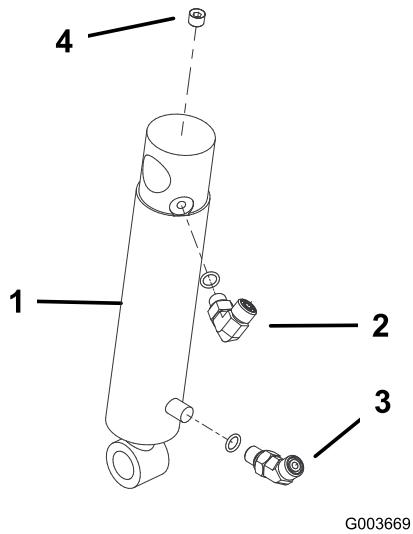

Figura 11
- Infilare un raccordo a 90° nell'apertura superiore del cilindro idraulico. Collegare il raccordo come illustrato nella Figura 11. Nota: Assicurarsi che tutti gli O-ring siano lubrificati e posizionati correttamente sui raccordi prima dell'installazione.
- Infilare un raccordo a 45° nella porta inferiore del cilindro idraulico. Collegare il raccordo come illustrato nella Figura 11.